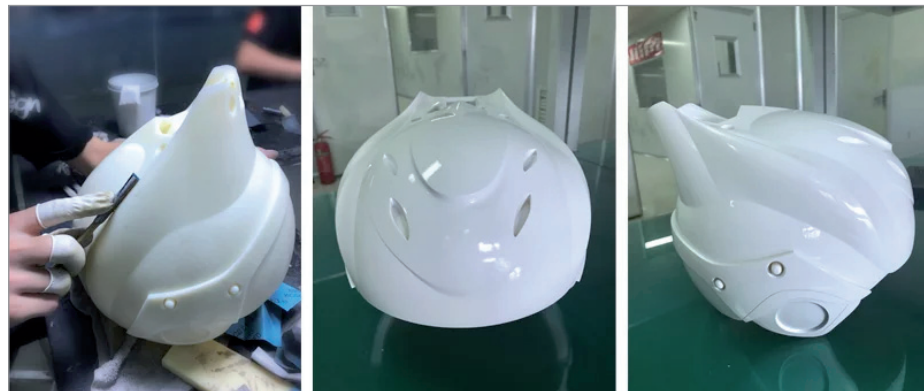

Рис. 3
Напечатанный объект может быть немного шероховатым и иметь заметные поверхностные дефекты. Специалисты ProtoFab выполнили шлифование модели, начав с крупнозернистой наждачной бумаги (400) и постепенно перейдя к мелкозернистой (1500). Особую проблему представляла полировка — из-за сложной фактуры поверхности на верхней стороне шлема. Нанесение краски также потребовало особой аккуратности. Чтобы обеспечить абсолютно равномерное покрытие, было выполнено три отдельных цикла полировки и окраски (рис. 3).